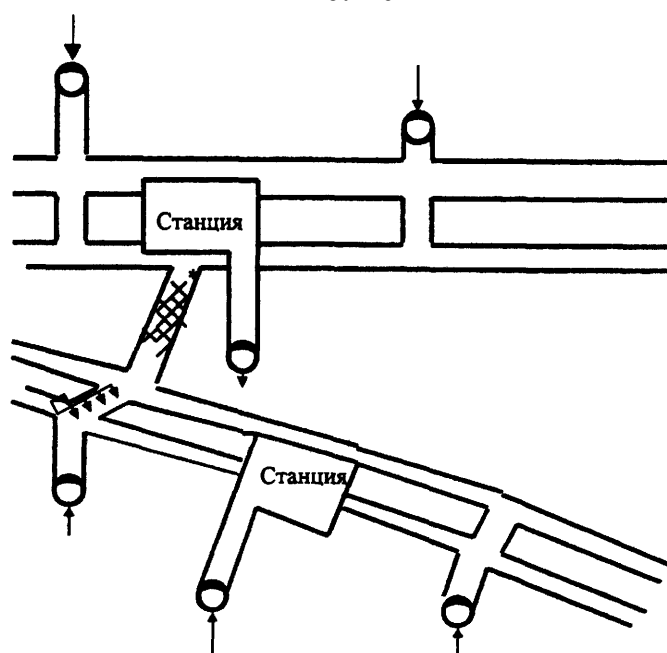

Рис. 11
- при наличии в переходе с одной линии на другую принудительной вентиляции с забором воздуха с примыкающей станции вентиляционные установки включаются на приток (рис.11);